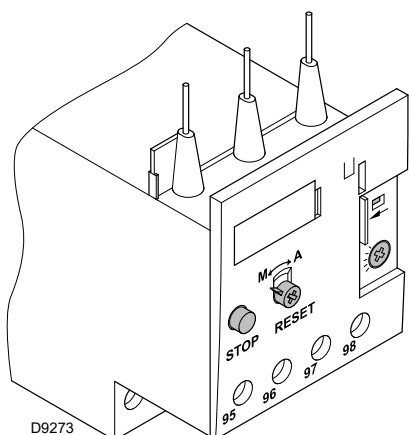

Fig. 38
Le relais thermique électromécanique (Fig. 38) est utilisé pour éviter des dommages au moteur dus à une forte augmentation de l'absorption ou à l'absence de phase.
- Pour débloquer, en cas d'intervention du relais thermique, appuyer sur le bouton «**RESET**» (Fig. 38).
- Le bouton «**STOP**» (Fig. 38) ouvre le contact NF (95-96) et arrête le moteur.